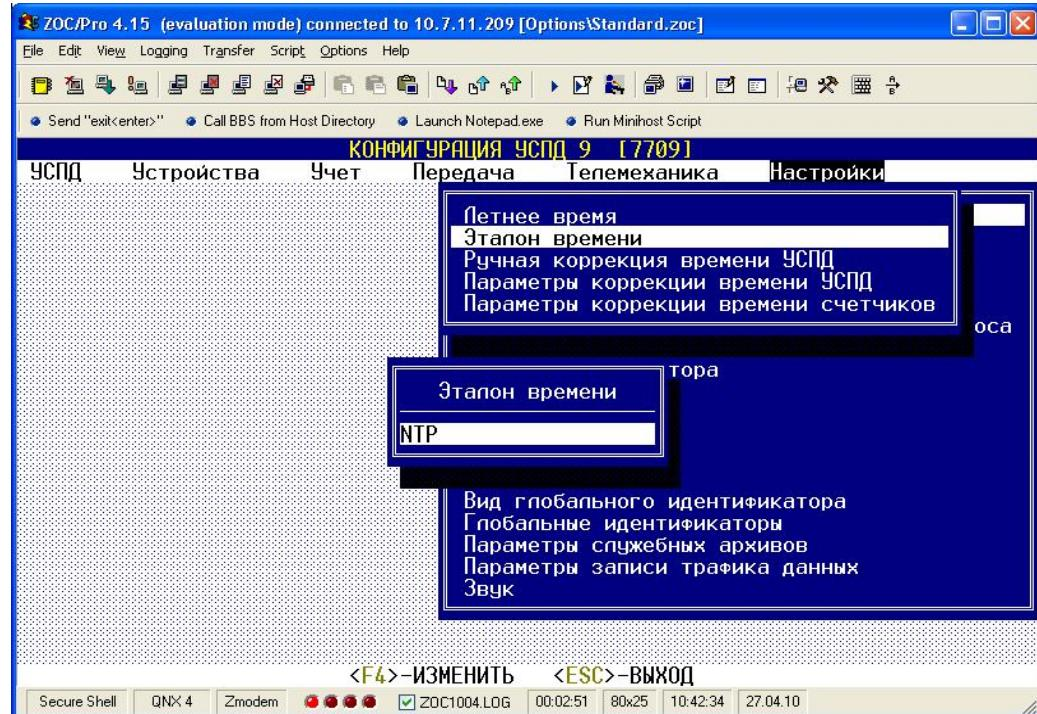

Рисунок 21
6.5.1.6. Перейти к окну «Конфигурация» =>«Справочники»=> «Эталон времени» Выбрать позицию «NTP» рисунок 21.